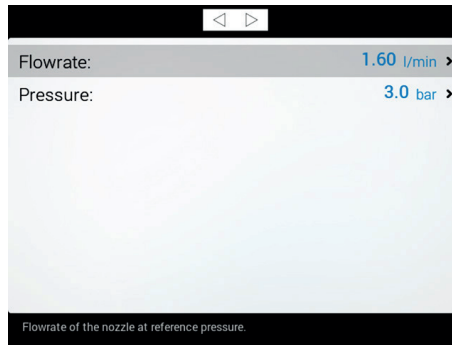

Fig. 71
- Skriv in relevanta funktioner (Fig. 71).